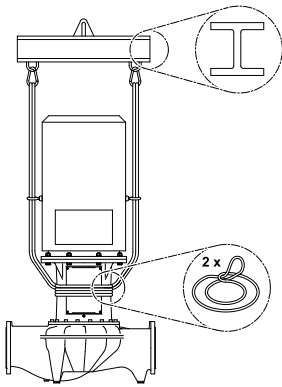

Fig. 32: Colocação de cabos de carga (Modelo IL)
- Para elevar com a grua, é necessário envolver a bomba com correias adequadas, como indicado em (Fig. 32/33). Colocar a bomba nos laços que apertam a bomba com o seu próprio peso.